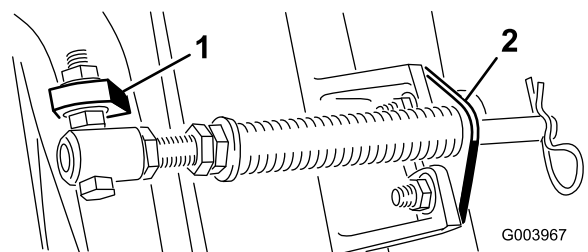
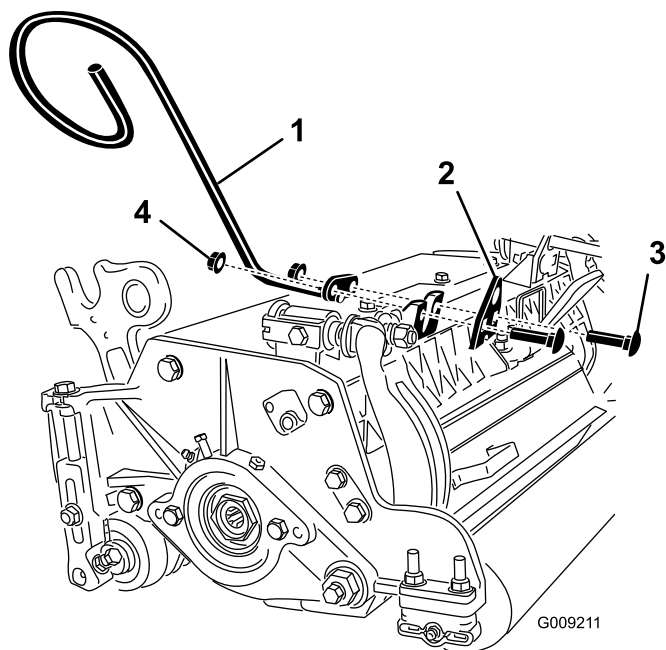

図 6
図 8
D. カuttingユニットのタブにロッド・ブラケットを取り付け、キャリッジ・ボルト2本とナットで固定する（図 6）。また、ロッド・ブラケットの再取り付けを行うときに、#4（左前）カuttingユニットで、ユニットのタブの前に、左ホースガイドを取り付ける（図 8）。
- C. スプリング・チューブのボルトを、反対側のキャリア・フレームのタブに取り付け、フランジ・ナットで固定する。図 6に示すように、ボルトの頭部がタブの外側を向くように取り付けること。